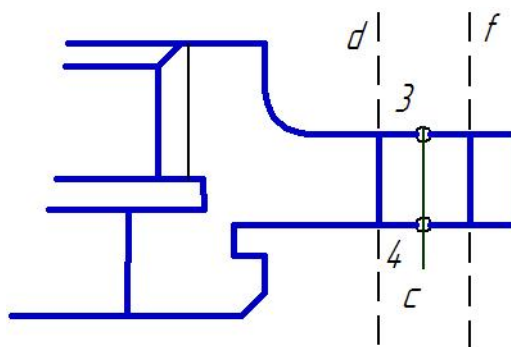

Рис. 2.38. Построение разреза отверстия
6. Постройте отверстие (рис. 2.38):